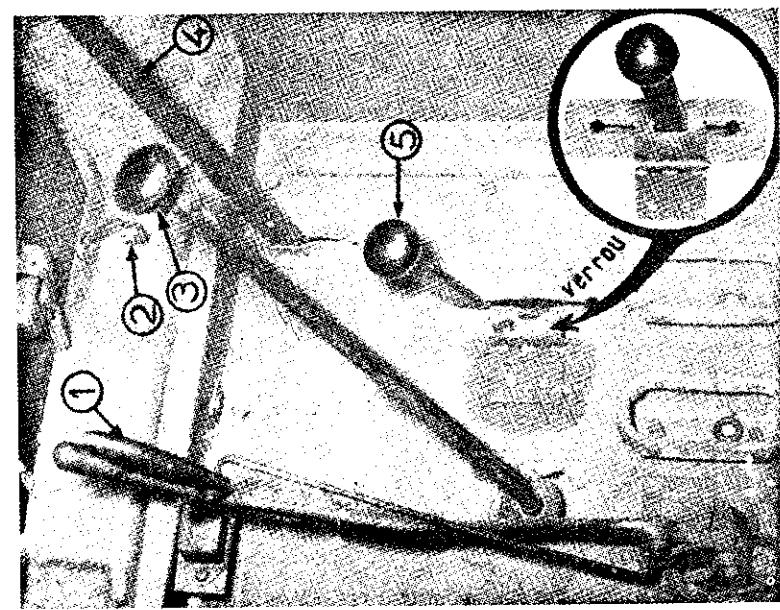

Fig. 5. — Levier de commande
(1) Placer le levier à la position intermédiaire entre le « crabotage » et le « débrayage », et le « débrayage » pour faciliter cette opération.
D. Monter dans la cabine de conduite, mettre le moteur en marche, pousser le levier de commande du treuil vers l'avant (5, fig. 5) en le libérant du verrou situé sur le plancher.
F. Débrayer la prise de mouvement en bloquant le levier à l'aide du verrou placé sur le plancher de la cabine (fig. 5).
D. Monter dans la cabine de conduite, mettre le moteur en marche, pousser le levier de commande du treuil vers l'avant (fig. 5). Lâcher l'embrayage et accélérer légèrement; le câble s'enroule. Lorsque le câble est tendu, débrayer et placer le levier de changement de vitesse en première et enclencher la boîte auxiliaire sur la petite multiplication (position AR + AV).
F. Débrayer la prise de mouvement du treuil et bloquer le levier avec le verrou placé sur le plancher (fig. 5).